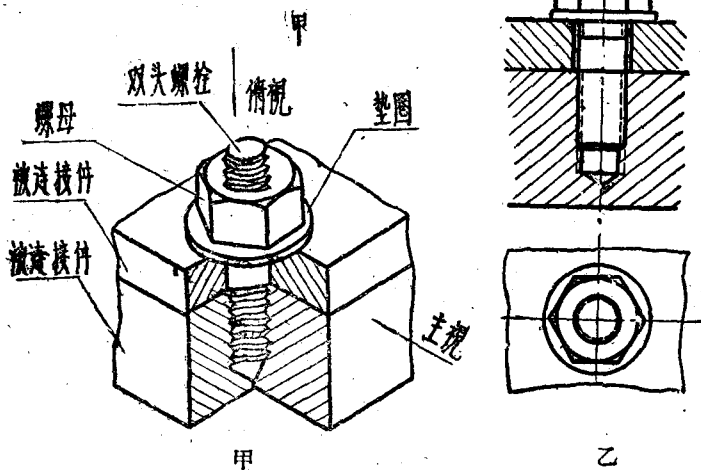

图 15
2. 双头螺栓连接(图15) 被连接的两个另件, 其中一件的连接部份较厚, 另一件较薄, 连接时把双头螺栓的一头用螺纹旋入厚的一个另件里, 如图15所示。